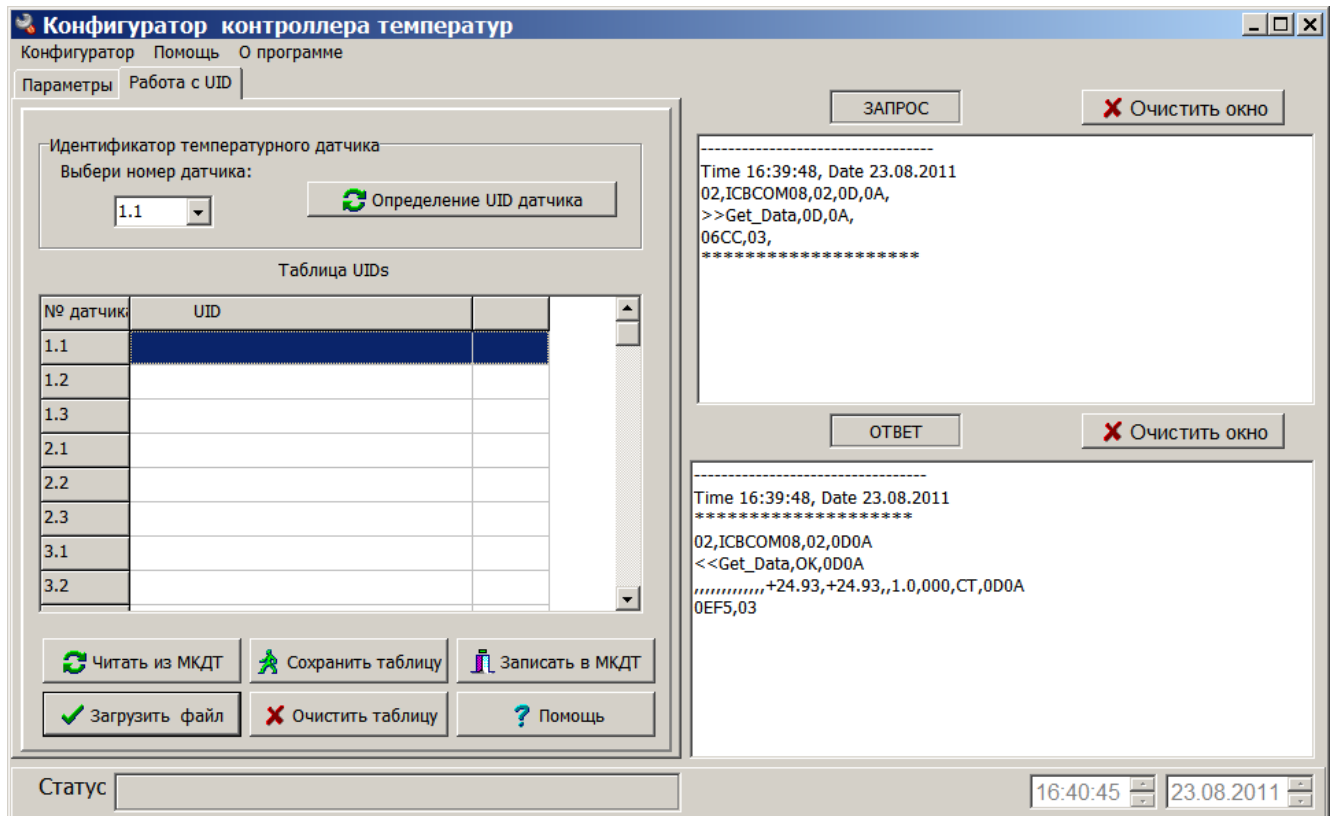

Рисунок 4. Вкладка «Работа с UID»
1. Перейти на вкладку «Работа с UID» - см. рис.4.